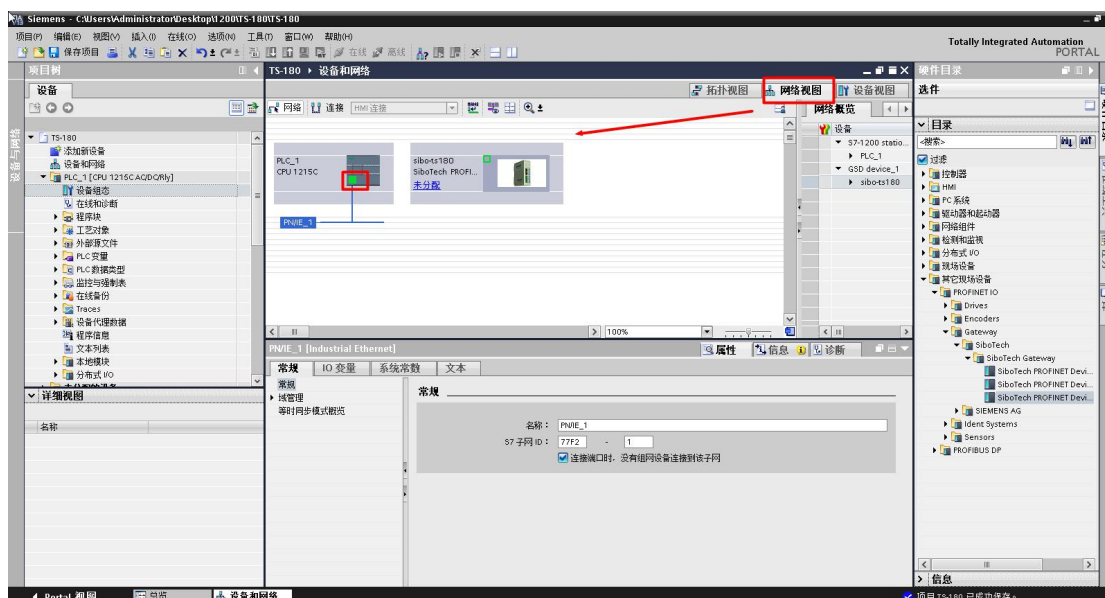
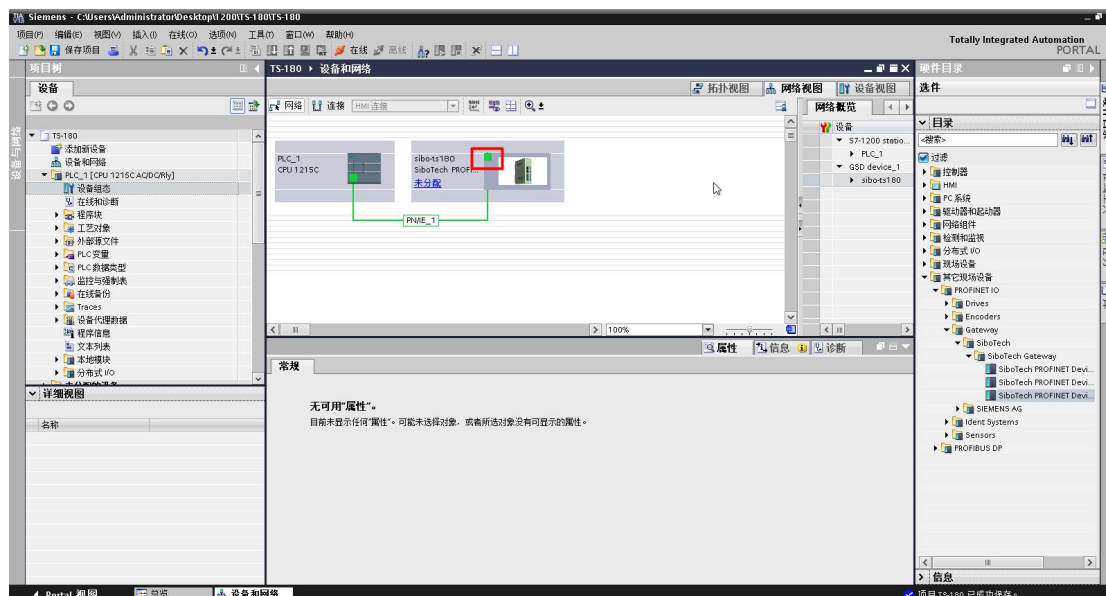

图 16 添加 I/O 系统
图 17 将网关与 PLC 建立连接
3.3 将组态界面转换到“网络视图”，点击“PLC_1”，在图 16 的红色框处右键添加“I/O 系统”，如图 16 所示；点击“sibo-ts-180”绿色小框，将之与总线连接，如图 17 所示。